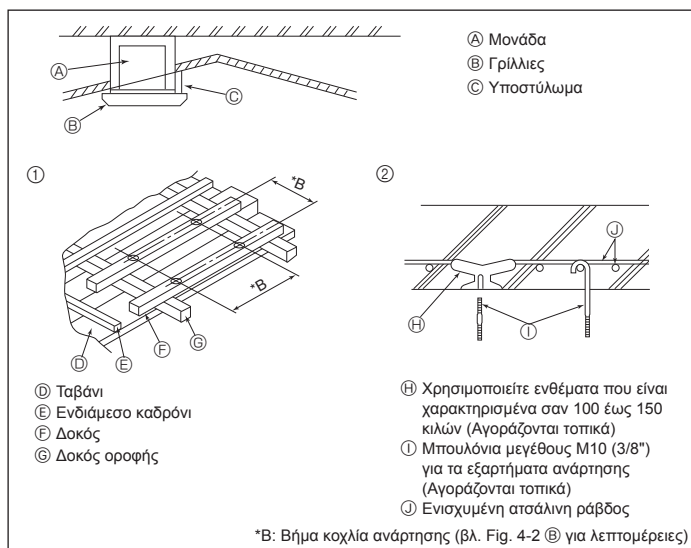

Fig. 4-4
4.4. Υποδομή ανάρτησης (Το μέρος του ταβανιού όπου θ' αναρτηθεί η μονάδα πρέπει να έχει ισχυρή υποδομή) (Fig. 4-4)